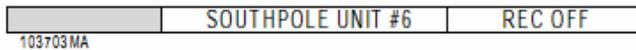

Рис. 3-7 Строка состояния с идентификацией устройств
5. Идентификация устройств – Строка состояния показывает идентификацию устройств, которая может быть длиной до 20 знаков (см. рис. 3-7). В меню параметрирования, пункт "Display - Powerup disp - Unit Tag" ("Идентификация устройств") она может быть определена; она показывается так, как указано там. Прочую информацию см. главу 4.